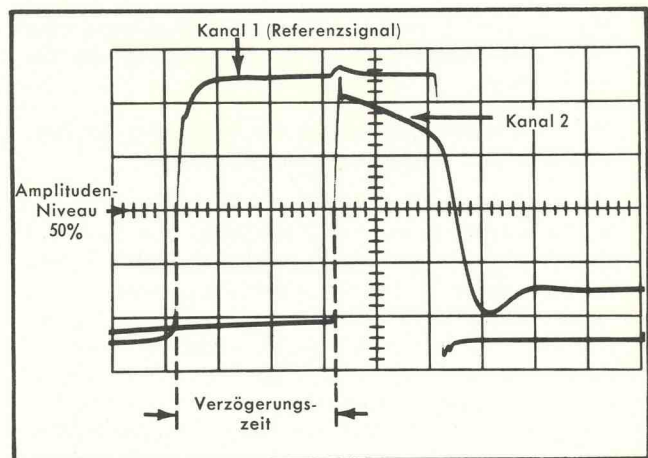

Bild 3-3 Messung der Verzögerungszeit zwischen zwei Impuls-Signalen.
- Der horizontale Abstand zwischen dem Referenzsignal und dem Signal von Kanal 2 wird gemessen (s. Bild 3-3).
Mit Zeitbasisschalter in Stellung $2 \mu\text{s}$ und Zeitablenkdehnung für 5X Dehnung werde z. B. eine horizontale Distanz von 3 cm (wie in Bild 3-3 gezeigt) zwischen der